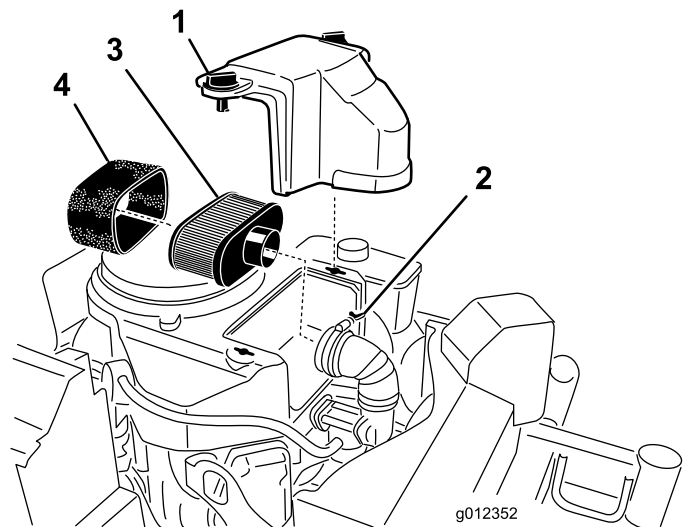

Figura 41
3. Limpie alrededor del limpiador de aire de forma que la suciedad no penetre en el motor y cause daños (Figura 41).
4. Desenrosque los pomos de la cubierta y retire la cubierta del limpiador de aire (Figura 41).
5. Desatornille la abrazadera y retire el conjunto del limpiador de aire (Figura 41).
6. Retire cuidadosamente el filtro de gomaespuma del filtro de papel (Figura 41).
1. No limpie el filtro de papel, cámbielo (Figura 41).
1. Deslice cuidadosamente el filtro de gomaespuma sobre el filtro de papel (Figura 41).
2. Coloque el conjunto del limpiador de aire sobre su base o manguera y sujételo con la abrazadera (Figura 41).
3. Coloque en su posición la cubierta del limpiador de aire y apriete el pomo de la cubierta (Figura 41).